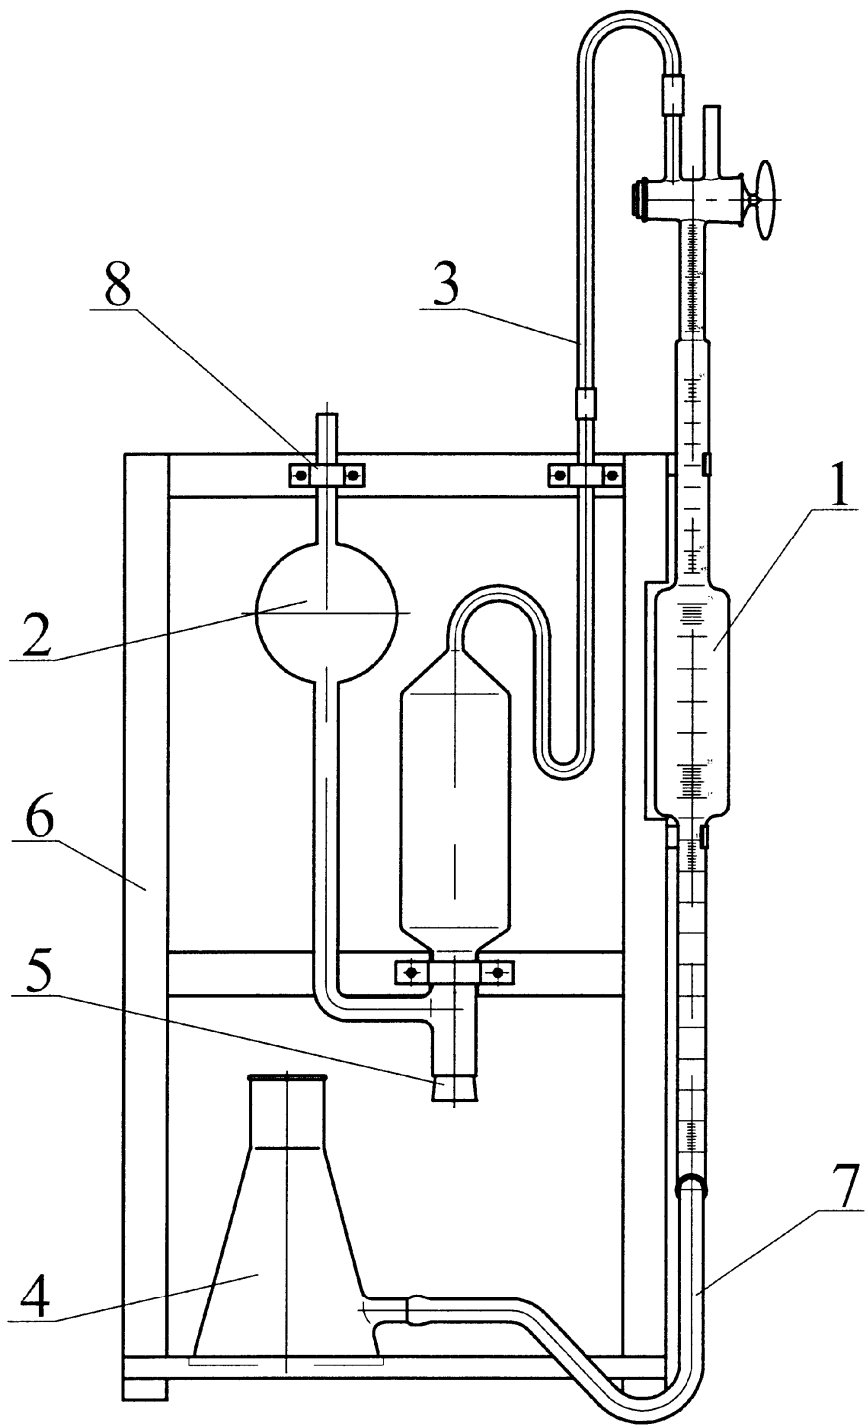

Рис. 1 Газоанализатор кислорода ГК-1
1.4.1 Газоанализатор (Рис.1) состоит из бюретки Гемпеля поз.1, пипетки Гемпеля поз.2, уравнильного сосуда поз.4, соединенных между собой стеклянной соединительной трубкой поз.3 и резиновыми трубками. Детали газоанализатора закрепляются на штативе поз.6 с помощью скоб поз.8.
##### 2.1.2.1 Собрать газоанализатор в соответствии с рис.1